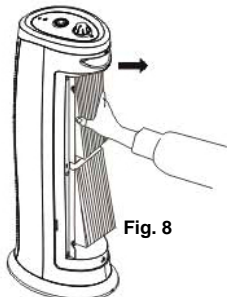

Fig. 8
2. Para quitar el filtro permanente de tipo HEPA, sujételo de los costados y jale hacia fuera. (Fig. 8)